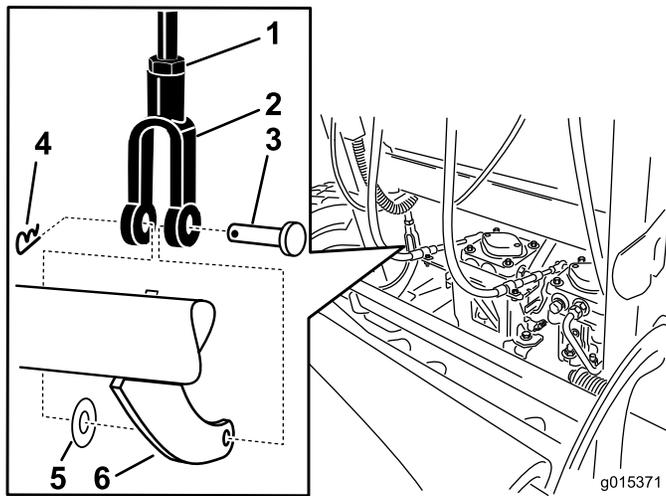

Figura 66
5. Para ajustar el freno, retire el pasador y el pasador de horquilla de la palanca de freno inferior y la horquilla (Figura 66).
6. Afloje la contratuerca (Figura 66).
7. Gire la horquilla. Para apretar el freno, gire la horquilla hacia arriba. Para aflojar el freno, gire la horquilla hacia abajo (Figura 66).
8. Fije la horquilla a la palanca de freno inferior con el pasador de horquilla y el pasador (Figura 66).
9. Apriete la contratuerca (Figura 66).